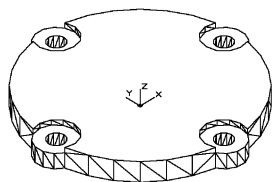
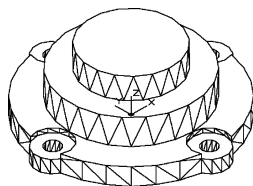

图 13-85 壳体底板
图 13-86 壳体底座
(5) 单击“三维工具”选项卡“实体编辑”面板中的“并集”按钮，将 $\phi 84$ 与高 8 的 $\phi 16$ 圆柱体进行并集运算；单击“三维工具”选项卡“实体编辑”面板中的“差集”按钮，将实体与其余圆柱体进行差集运算。消隐后结果如图 13-85 所示。
(6) 单击“三维工具”选项卡“建模”面板中的“圆柱体”按钮，以 (0,0,0) 为圆心，分别创建直径为 60、高为 20 及直径为 40、高为 30 的圆柱体。
(7) 单击“三维工具”选项卡“实体编辑”面板中的“并集”按钮，将所有实体进行并集运算。
(8) 单击“默认”选项卡“修改”面板中的“删除”按钮，删除辅助圆，消隐后结果如图 13-86 所示。
(1) 圆角操作。单击“三维工具”选项卡“实体编辑”面板中的“圆角边”按钮和“倒角边”按钮, 对壳体进行倒角及倒圆角操作。
(2) 渲染处理。利用“渲染”选项中的“渲染”命令, 选择适当的材质对图形进行渲染, 渲染后的效果如图 13-86 所示。